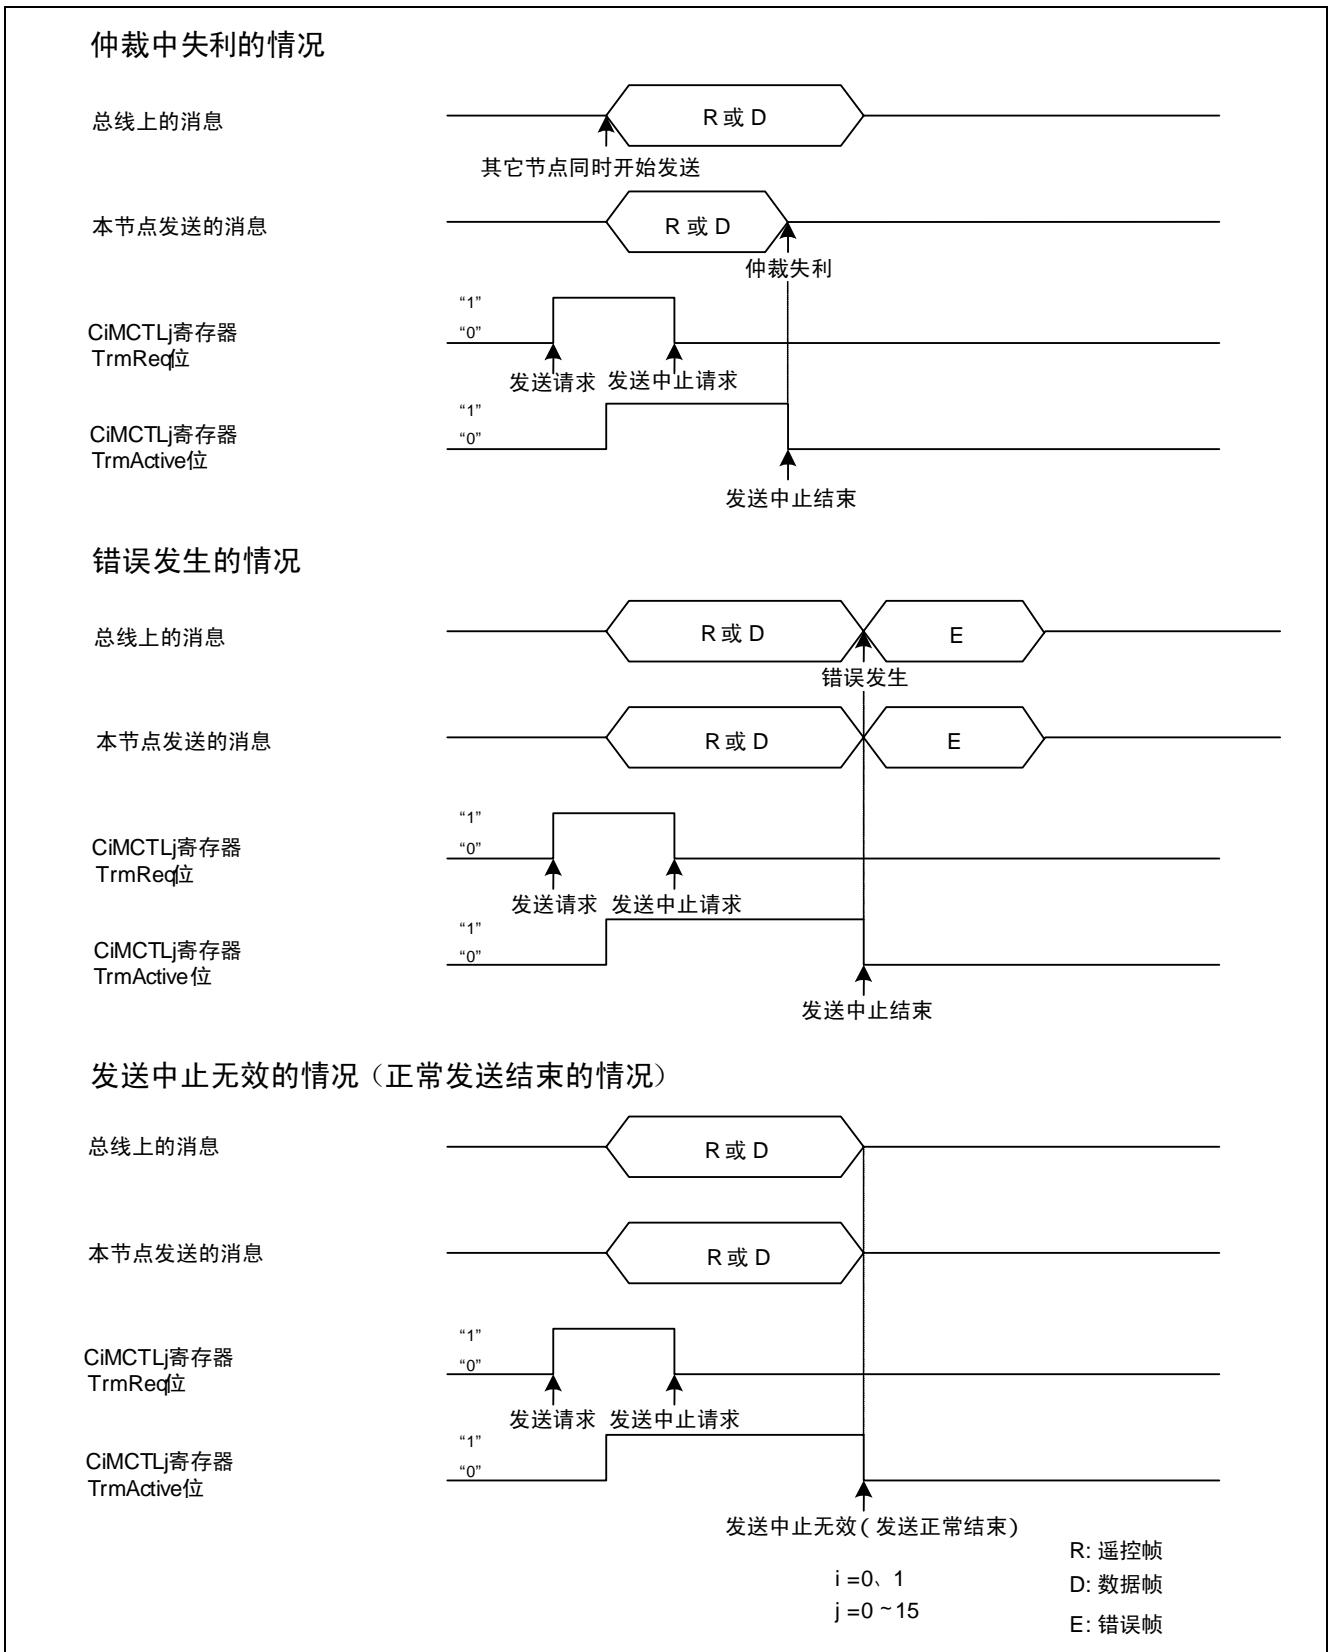
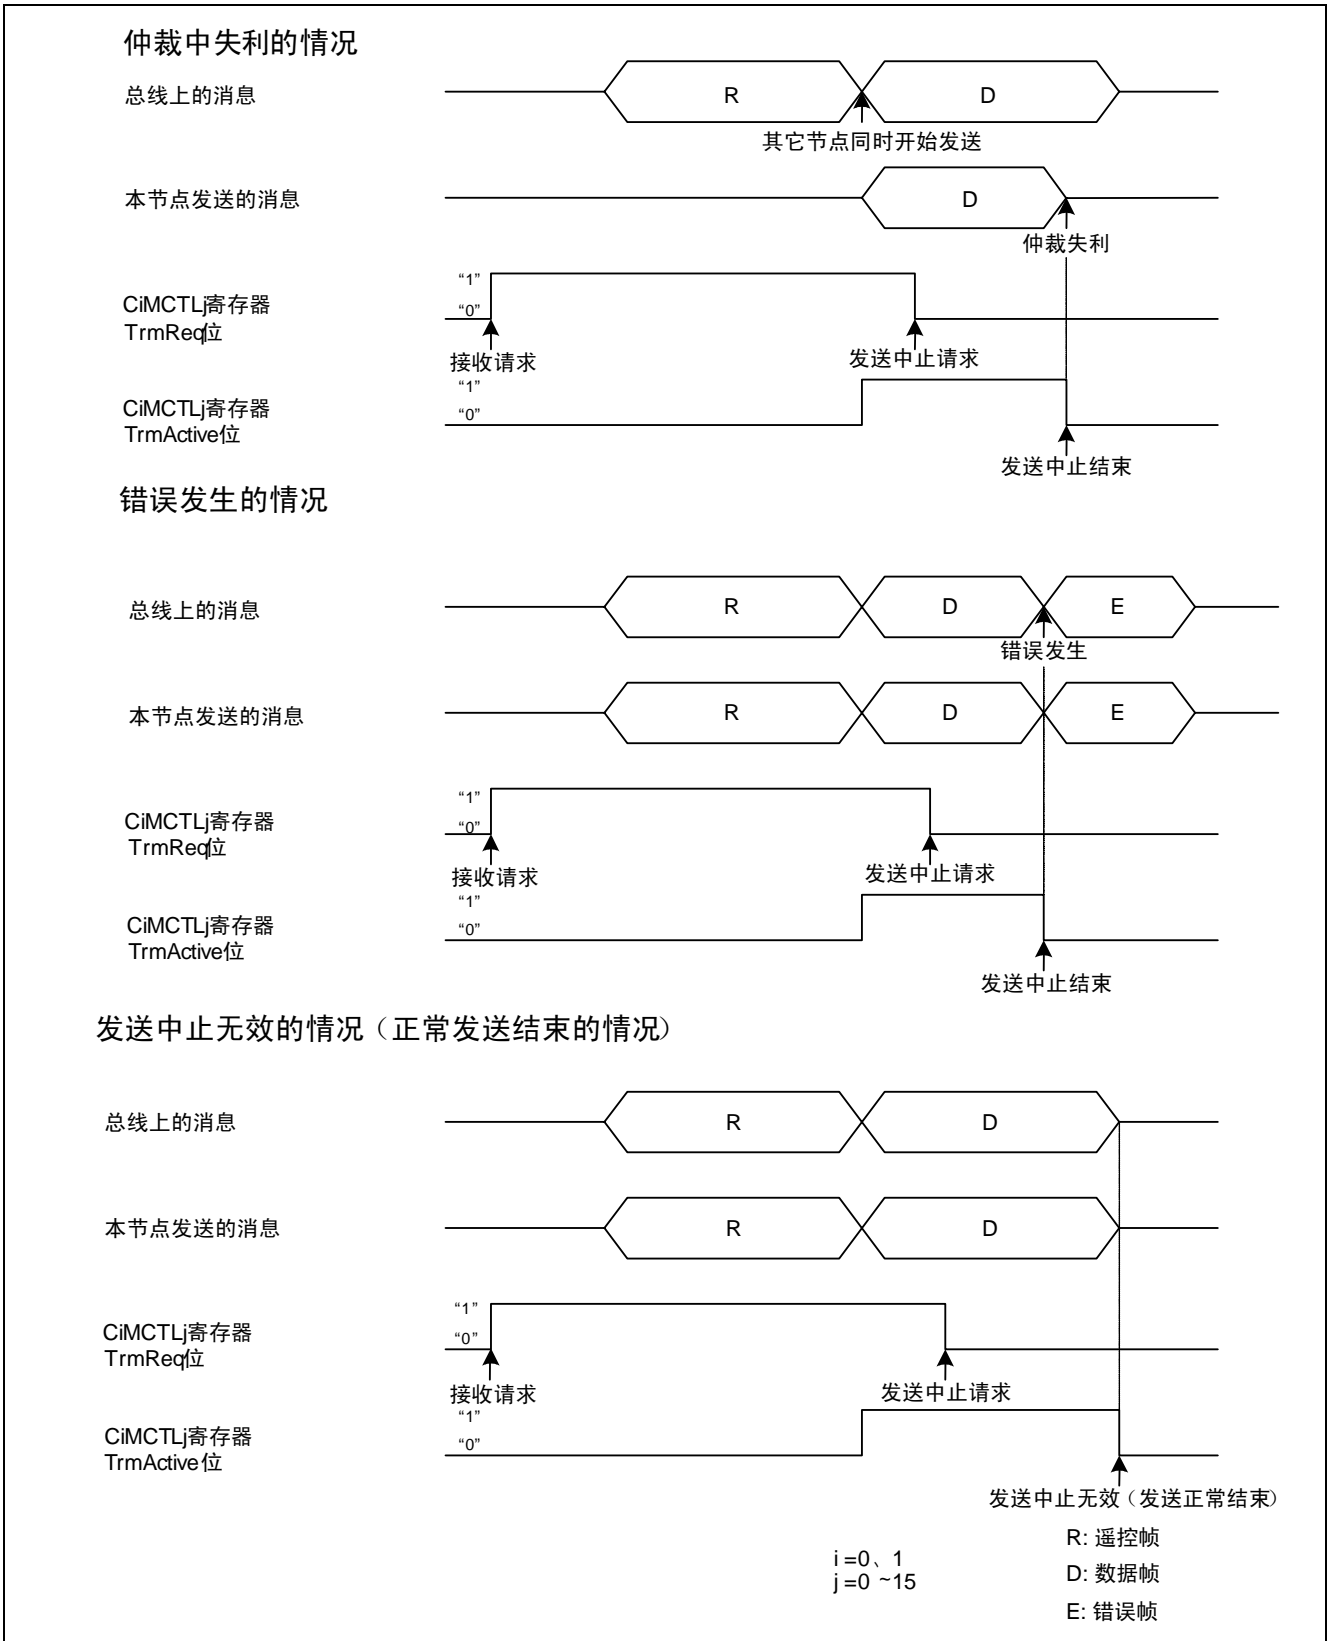

图 16 遥控帧或数据帧在发送中的发送中止
图 17 接收遥控帧后发送数据帧的发送中止
(2) 发送中止执行的条件
① 消息在仲裁中失败的情况（图 16、图 17）
② 消息在发送过程中发生错误的情况（图 16、图 17）